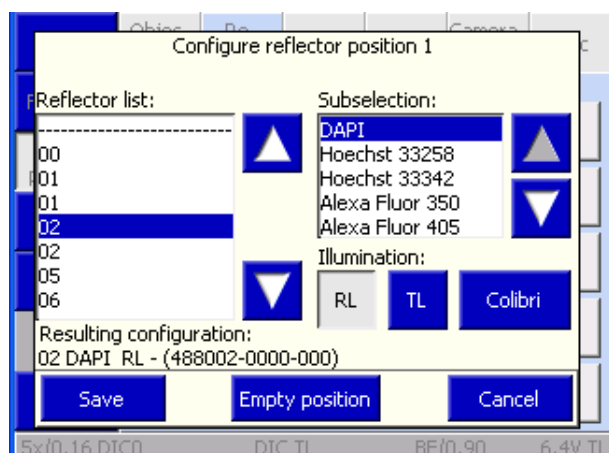

Fig. 134 Configuration de la position du réflecteur à l'aide de Colibri
- Dans la fenêtre contextuelle suivante (Fig. 134), choisir une ou plusieurs LED correspondant à la position du réflecteur sélectionné. Il est également possible de sélectionner une source de lumière blanche (HXP 120) en option. Noter que la LED et la source lumineuse HXP ne peuvent pas être choisies en même temps.